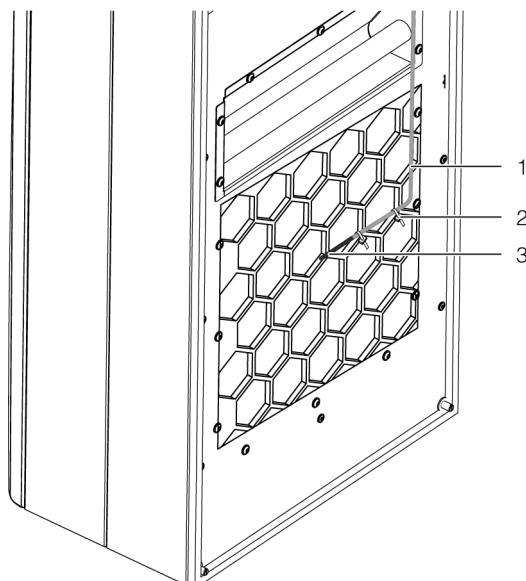

Fig. 24 : sonde de température devant la sortie d'air froid (exemple de représentation)
- Installer la sonde de température au centre devant la sortie d'air froid du climatiseur (fig. 24).